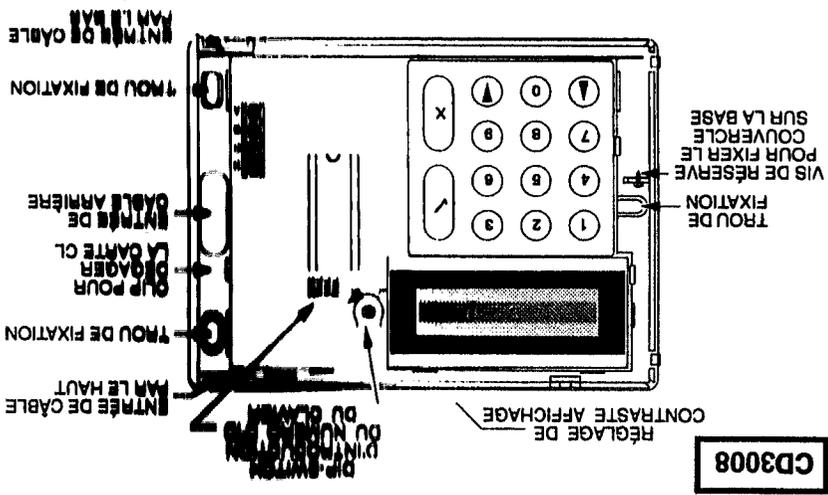

Figure 2.
2. Vérifier si le numéro d'identification du clavier est correctement réglé... un clavier doit porter le numéro 1 (voir figure 2).